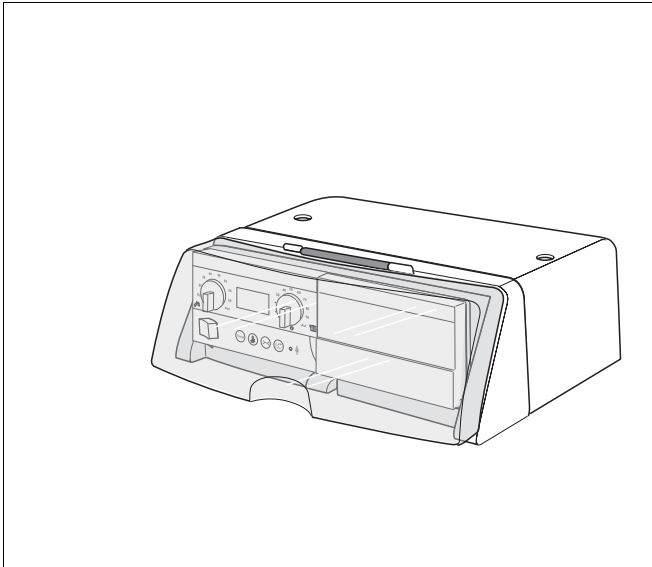

Bild 2 Regelgerät Logamatic MC10 mit Basiscontroller Logamatic BC10
- Regelgerät Logamatic MC10 (Bild 2). Das Regelgerät Logamatic MC10 mit integriertem Basiscontroller Logamatic BC10 dient der Überwachung und der Steuerung aller elektrischen Bauteile des Heizkessels. Nähere Informationen zur Bedienung des Basiscontrollers Logamatic BC10 können Sie im Kapitel 3 „Basiscontroller Logamatic BC10 bedienen“, Seite 8 nachlesen.